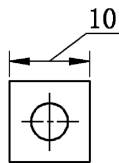

图 9-133 标注尺寸 10
(1) 若尺寸的公差是 20 ± 0.034 ，则应该在“公差”选项卡中显示公差的（ ）设置。
(2) 如图 9-133 所示标注样式文字位置应该设置为 ()。